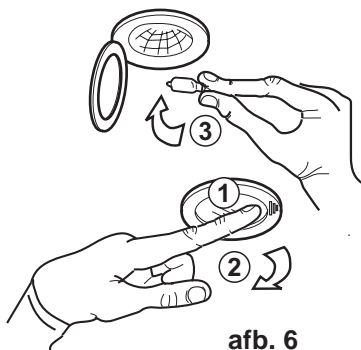

afb. 5
- Afdekkapje verwijderen, **afb. 5**.